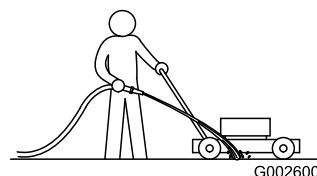

Рисунок 17
3. При работающем двигателе и включенном ноже направьте струю воды перед **правым** задним колесом (Рисунок 17).